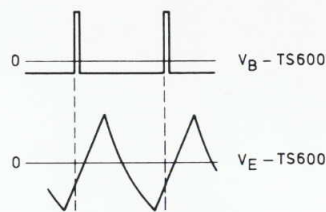

Fig. VIII-4 19812A2
- c. De frequentie van de lijnoscillator is te laag ten opzichte van het zendersignaal, zie Fig. VIII-4.